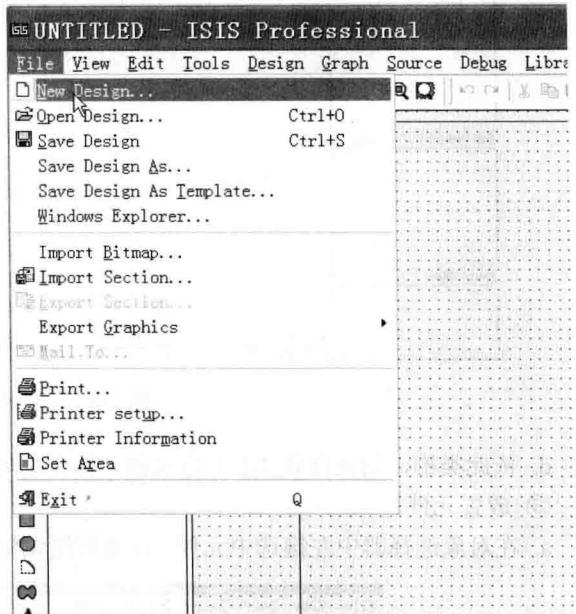

图 2-3 新建设计文件
② 新建设计文件。进入软件后，如图 2-3 所示，单击菜单命令“File”→“New Design”，弹出“Create New Design”设计模板，默认“DEFAULT”，单击“OK”即可。